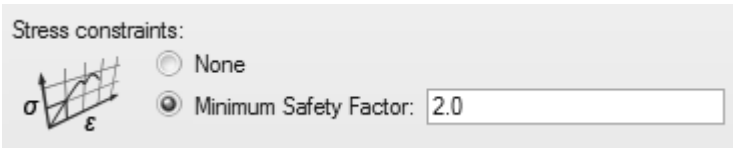

图 7-20
- 2) 对于应力约束，将最小安全系数改为 2.0，如图 7-20 所示。